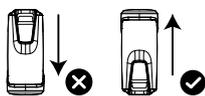

Figura 2:
- Montare il dispositivo in verticale. Vedere Figura 2.